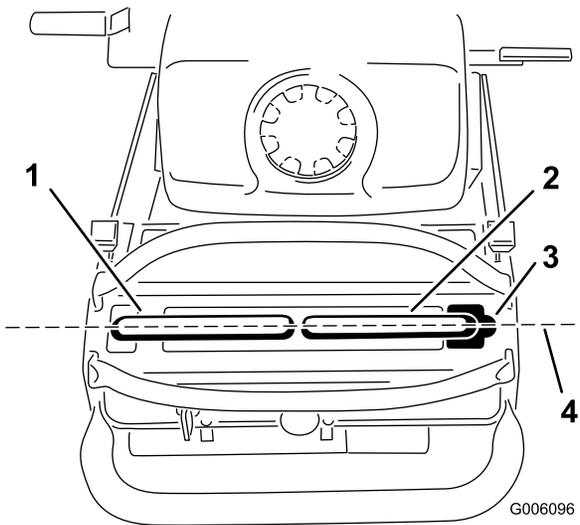

Figure 56
Important: Assurez-vous que l'alignement des roues de la machine est correct après avoir réglé les leviers de commande de déplacement. Une fois ce réglage effectué, il est possible que les leviers de commande de déplacement ne s'alignent pas exactement d'avant en arrière (Figure 56).
1. Une fois l'alignement horizontal effectué, vérifiez l'alignement avant/arrière (Figure 56).